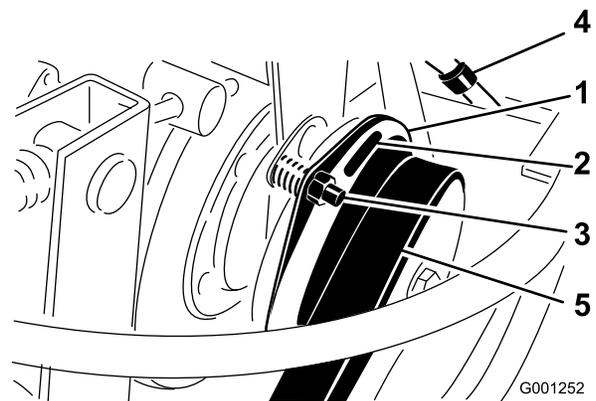

Figure 66
- Régalez l'entrefer de façon à pouvoir passer une jauge d'épaisseur de 0,38 mm entre la garniture d'embrayage et la plaque de frottement en poussant légèrement (Figure 66).
**Remarque:** Pour diminuer l'entrefer, tournez l'écrou de réglage dans le sens horaire (Figure 66). L'entrefer ne doit pas dépasser 0,76 mm. Réglez les 3 entrefers.